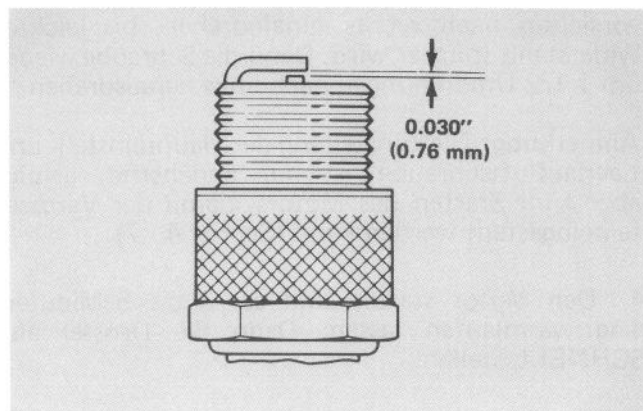

Abb. 38
3. Den Elektrodenabstand der neuen Zündkerze auf 0,76 mm einstellen (Abb. 38). Dann die neue Kerze einschrauben und festziehen (Anzugsdrehmoment 2 mkp).